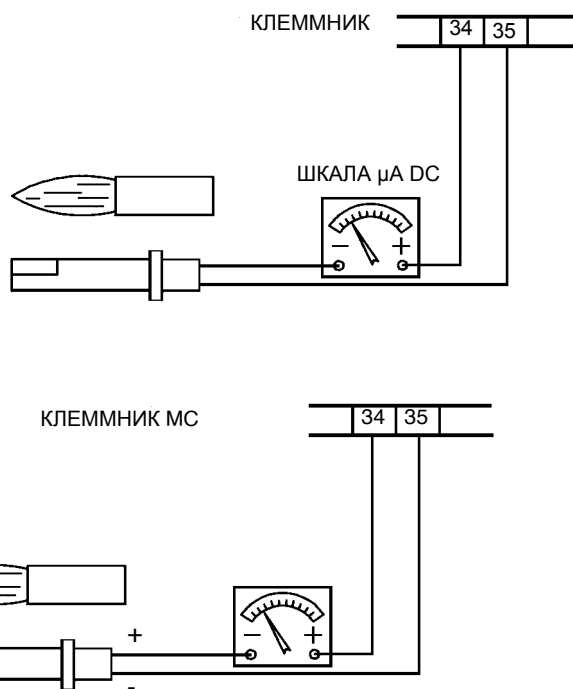

Рис. 26
- Открутить мазутные соединительные детали Е, которые крепят мазутные шланги к фурме, и снять полностью весь узел, как показано на Рис. 26.